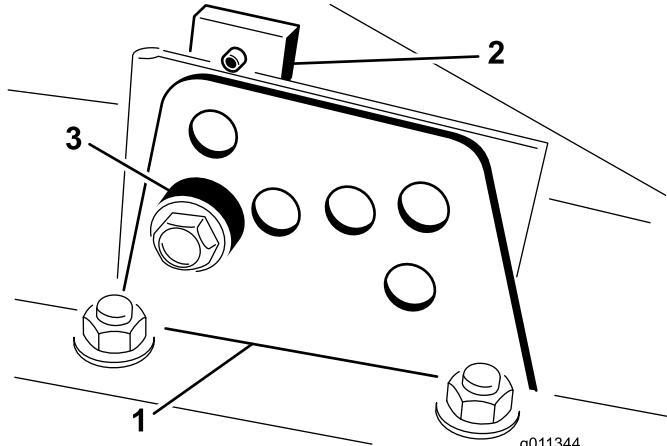

図 18
2. 各刈り高ブラケットを刈り高プレート前と右と左に固定しているボルトをゆるめる図 18。